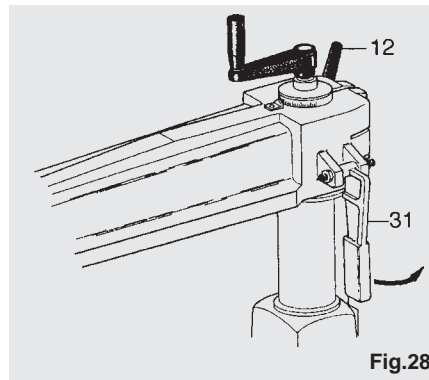

Fig.28
Pour tourner le bras porte-tête sur le montant se référer à la figure 28, qui montre le levier en coin à centrage automatique (31) à soulever, et le jacquard (12) à desserrer et serrer. Ne relever ou baisser le levier que lorsque le jacquard est desserré, afin d'exploiter la fonction de centrage automatique.